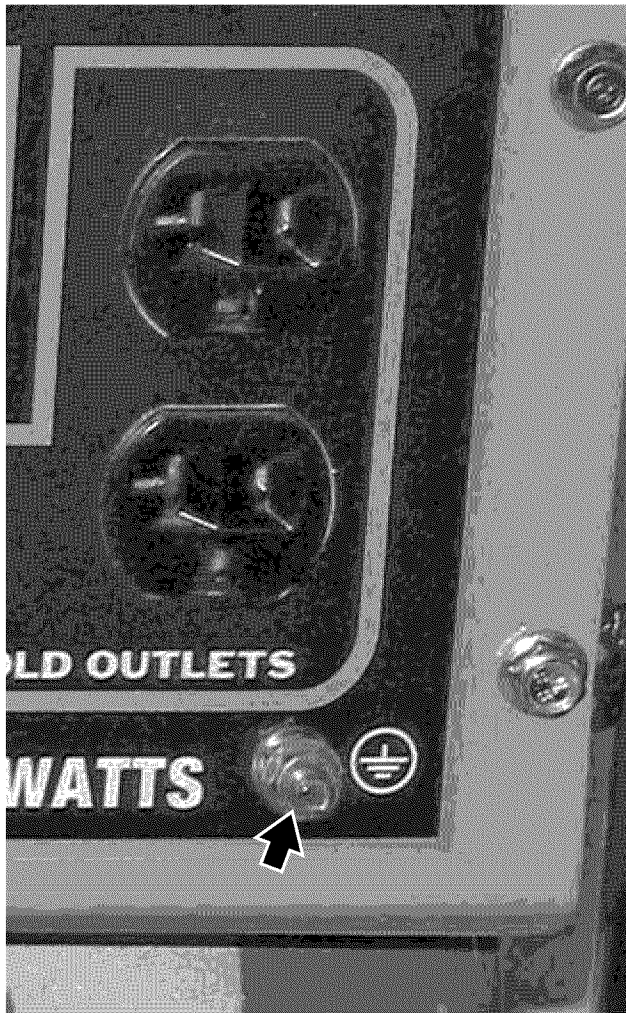

Figura 19 – Terminal de conexión a tierra del panel de control
**Conexión a tierra del generador:** El Código Eléctrico Nacional (NEC, en inglés), así como numerosos códigos eléctricos locales, exigen que se conecte el generador a tierra antes de su operación. Antes de poner en marcha el generador, compruebe que esté conectado a tierra conectando el terminal de tierra del panel de control (vea la Figura 19) a tierra usando alambre de cobre (10 AWG como mínimo). Consulte a un electricista calificado para conocer los requisitos de conexión a tierra locales.